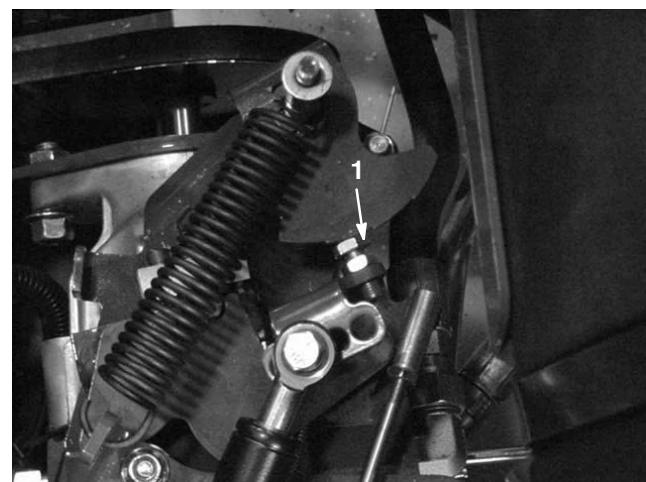

Bild 62
5. Wenn die Einstellung verstellt werden muss, drehen Sie die Pumpenanschlagschraube (Bild 62) mehr zur Anschlagsplatte, um den Lochabstand zu verringern, oder drehen Sie die Anschlagschraube von der Anschlagsplatte weg, um den Lochabstand zu erhöhen